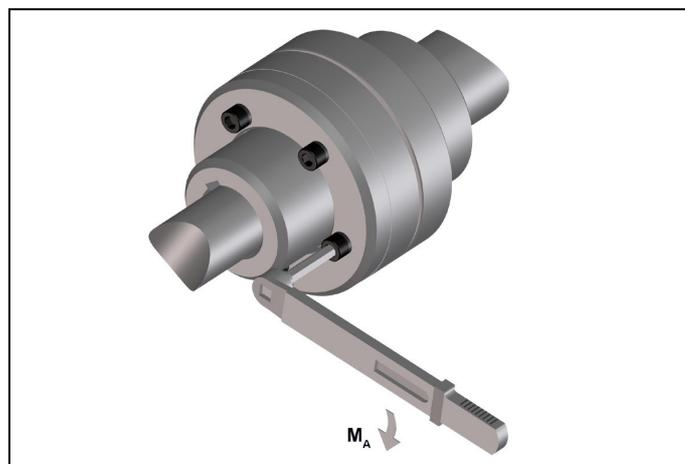

Bild 13
- Ziehen Sie die Klauenringverschraubung mit dem in Tabelle 8 vorgeschriebenen Anzugsmoment  $M_A$  fest (Bild 13).